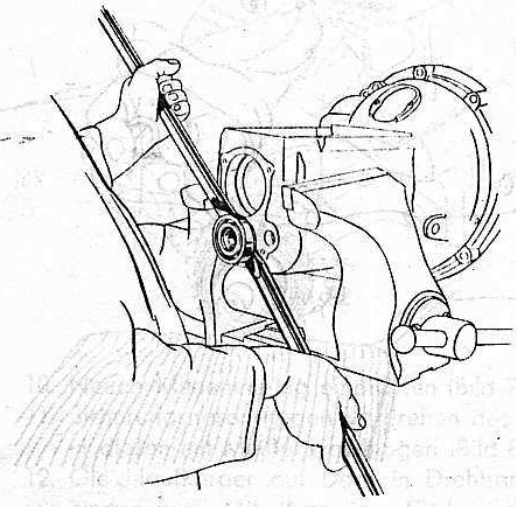

Bild 73
13. Vorgelegewelle mit Lager mittels Dorn nach hinten aus Gehäusesitz Herausschlagen, hinteres Lager abhebeln (Wst 442) (Bild 73).